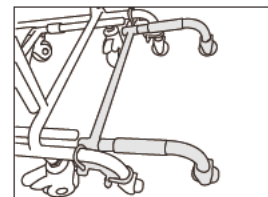

図3
(3) 安全ベルトの付け方(オプション)
- ① 左右どちらでも使用できます。
- ② 対象者の座高に合わせ、肩の位置で合わせてください。
(4) 転倒防止金具(オプション) (図3)
- ① 取付は販売店で行ってください。
- ② リクライニング時の安定性が良くなります。